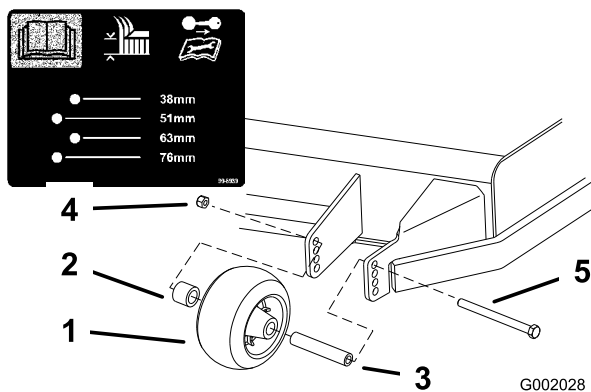
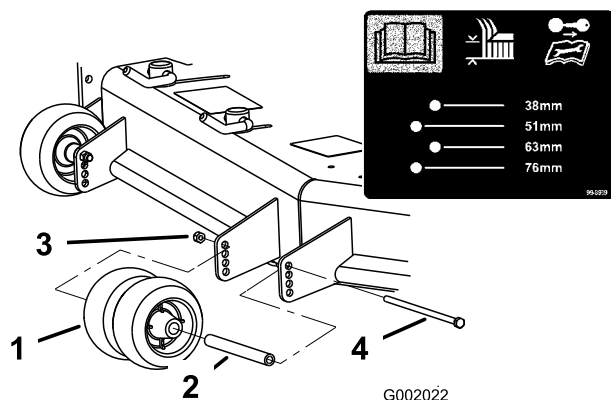
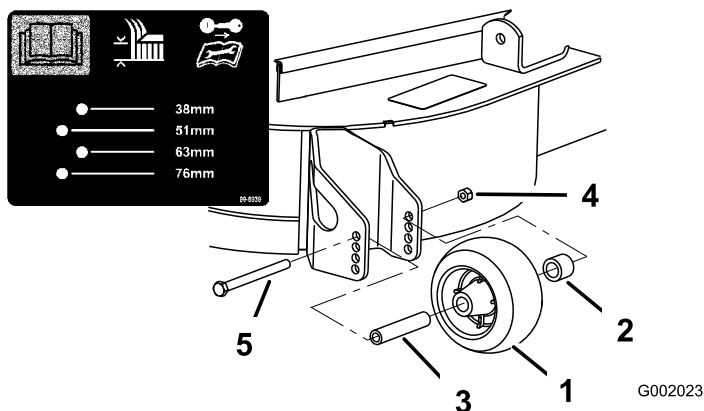

Figure 20
Figure 21
Figure 22
3. Après avoir réglé la hauteur de coupe, réglez les galets en retirant l'écrou à collerette, la bague, l'entretoise et le boulon (Figure 20, Figure 21 et Figure 22).
**Remarque:** Les deux galets centraux ne sont pas munis d'entretoise (Figure 21).
5. Posez l'écrou à collerette, la bague, l'entretoise et le boulon. Serrez à 54-61 Nm (Figure 20, Figure 21 et Figure 22).